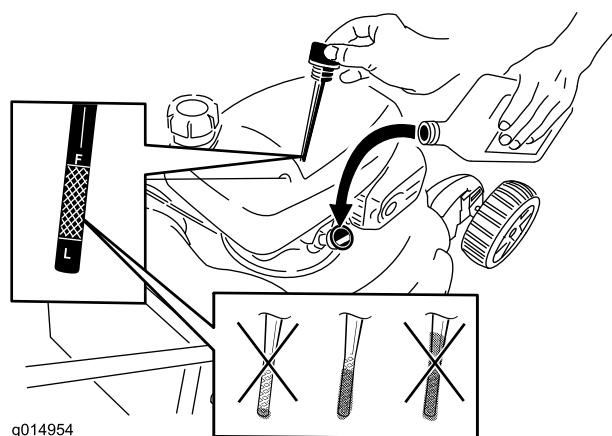

Рисунок 39
6. Извлеките шуп из маслозаливной горловины (Рисунок 39).
12. Выньте шуп и проверьте уровень масла, см. Рисунок 39.
- Если уровень масла слишком низкий, медленно залейте небольшое количество масла в маслозаливную горловину и повторите действия 10 – 12, чтобы масло достигло требуемого уровня, как показано на Рисунок 39.